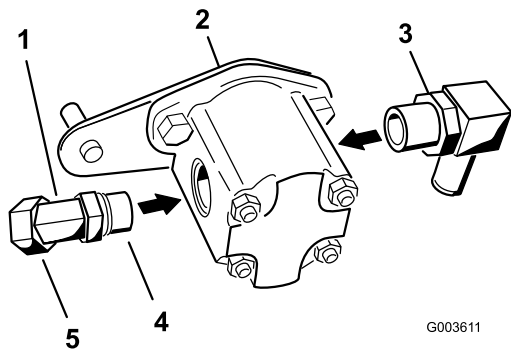

Bild 17
2. Montieren Sie das 45-Grad-Anschlussstück seitlich an der Hydraulikpumpe (Bild 17).